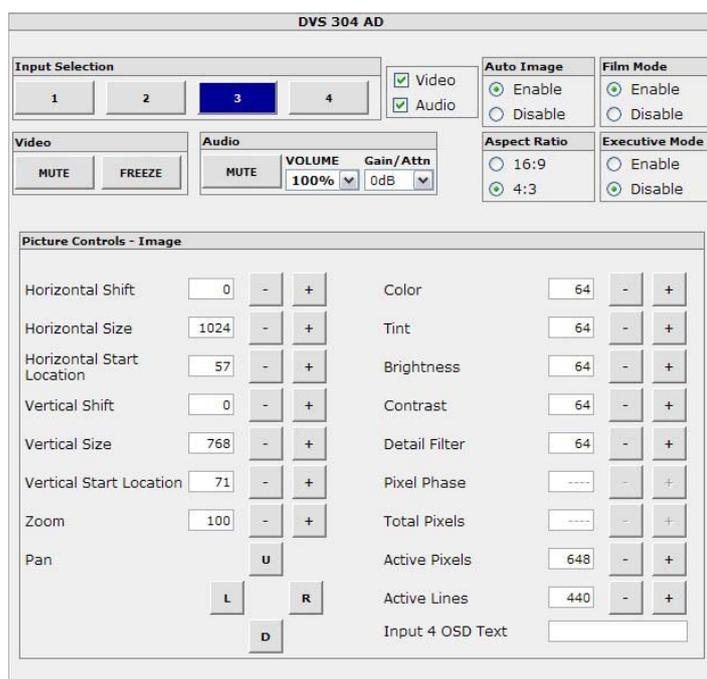

図 4-8 User Control (ユーザーコントロール) ページ
User Control のページ (図 4-8 を参照) は、DVS 304 フロントパネルでの操作と同じ機能を果たします。また、画質の調整やミュートとフリーズのオプション、オートイメージング、フィルムモード、アスペクトレシオ、フロントパネルのロックアウト (Executive モード) などの機能も操作できます。
1. ページの左上にある User Control (ユーザーコントロール) をクリックします。User Control (ユーザーコントロール) ページ (図 4-8 を参照) が表示されます。
3. ページの左上にある User Control (ユーザーコントロール) をクリックします。User Control ページ (図 4-8 を参照) が表示されます。